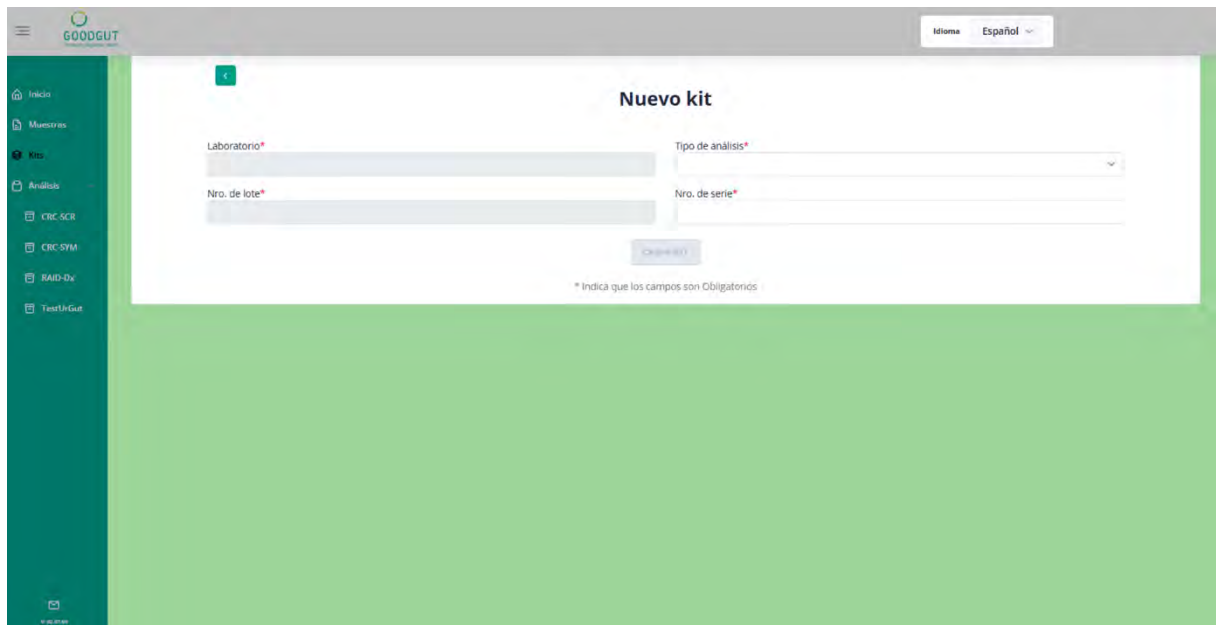

Figura 14. Pantalla de carga de los datos para crear un nuevo kit para los técnicos.
- Para crear un nuevo kit, el usuario debe presionar el botón “Nuevo kit”, situado en la parte superior derecha de la pantalla. Al presionar el botón, el sistema abre una pantalla de carga (Figura 14), la cual cuenta con los siguientes campos: